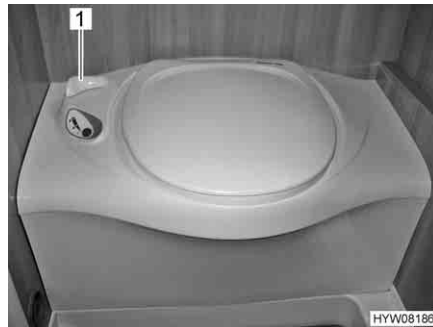

Fig. 259 Toilettes Thetford
- Avant d'actionner la chasse d'eau, ouvrir le curseur des toilettes Thetford. Tourner pour cela le levier du curseur (Fig. 259,1) dans le sens inverse des aiguilles d'une montre.
- Après avoir actionné la chasse d'eau, fermer le curseur. Tourner le levier du curseur (Fig. 259,1) dans le sens des aiguilles d'une montre.